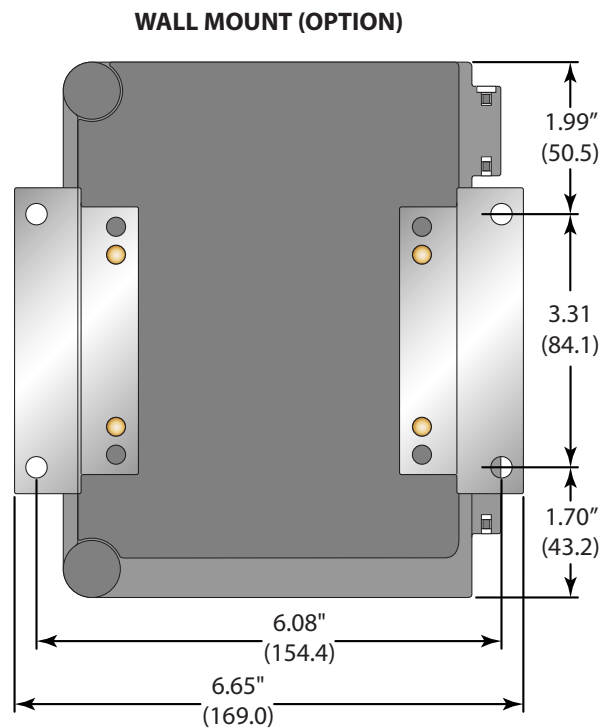

ABBILDUNG 3.1 – DFX INSTALLATIONS DIMENSIONEN
- 3) Montage Siehe **Abbildung 3.1** für Dimensionsdetails des Gehäuses und der Montage. Achten Sie darauf, dass ausreichend Platz vorhanden ist, um die Tür öffnen, Wartungsarbeiten vornehmen zu können und an die Öffnungen zu kommen. Befestigen Sie das Gehäuse auf einer ebenen Oberfläche mit vier geeigneten Halterungen.